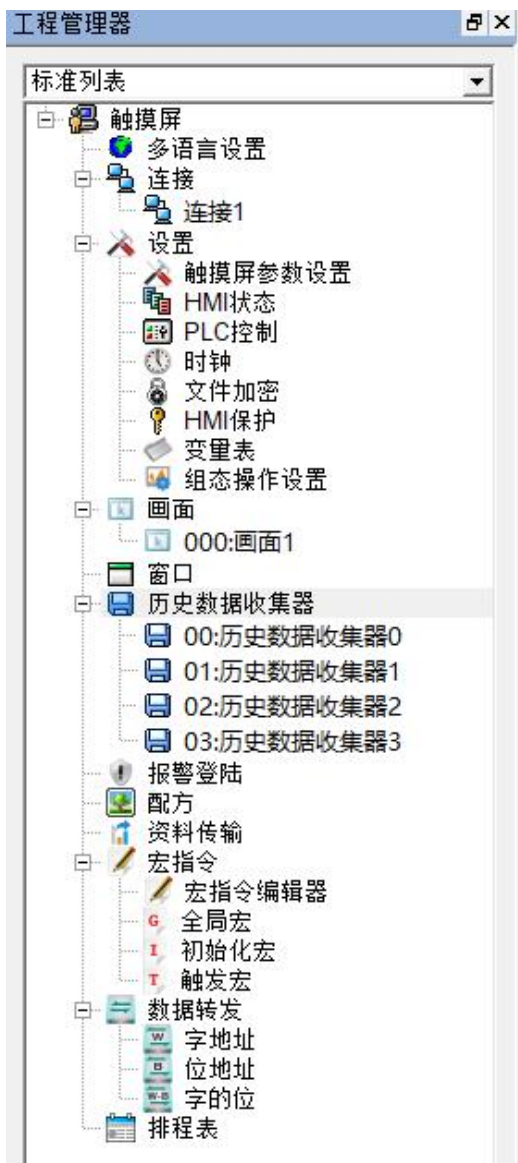

图 7-22 选择报警登录
- 右键工程管理器中的“报警登录”，在弹出的右键菜单中选择“新增数位报警登录”；如图 7-22 所示：